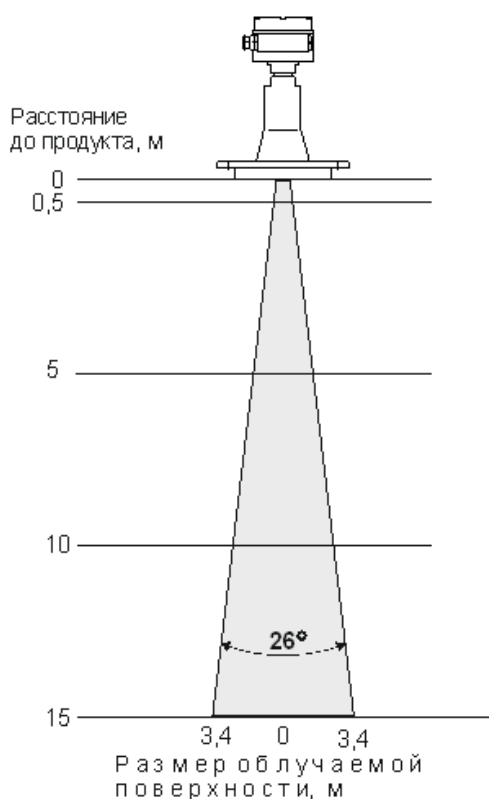

Рисунок 1 – Диаграммы направленности антенн уровнемеров
5.3 Место установки уровнемера необходимо выбирать так, чтобы поверхность контролируемого продукта четко и беспрепятственно просматривалась, ось конуса радиолуча антенны была перпендикулярна поверхности контролируемого продукта в зоне диаграммы направленности антенны (рисунок 1) не находились металлоконструкции и другие препятствия, а также поток падающего загружаемого продукта. Наливные отверстия, создающие турбулентность и стационарные металлические объекты (трубы, арматура, мешалки и т.д.) должны находиться как можно дальше в стороне от радарного луча. При загрузке сверху струя и брызги продукта не должны попадать в радиолуч. Для уменьшения волнений поверхности продукта заливной патрубков рекомендуется опускать до низа резервуара. При отгрузке на поверхности продукта может образовываться воронка. Это также надо учитывать при выборе места размещения уровнемера. Уровнемер необходимо устанавливать над местом с самой гладкой поверхностью продукта. Нельзя устанавливать уровнемер по центру резервуара. Благодаря круговой поляризации не существует требований к расстоянию от стенки резервуара, если стенка плоская и не существует помех с горизонтальными поверхностями. Металлическую успокоительную трубу можно использовать, чтобы избежать влияния мешающих объектов, турбулентности и пены.